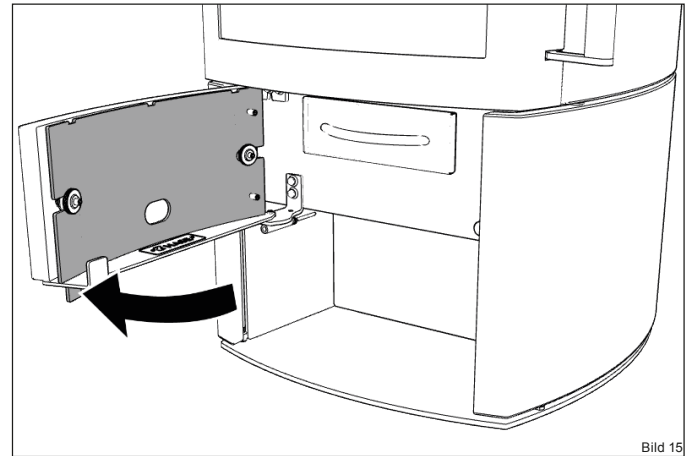

Bild 15
- ▶ Öffnen Sie die Bedienungstür (Bild 15).